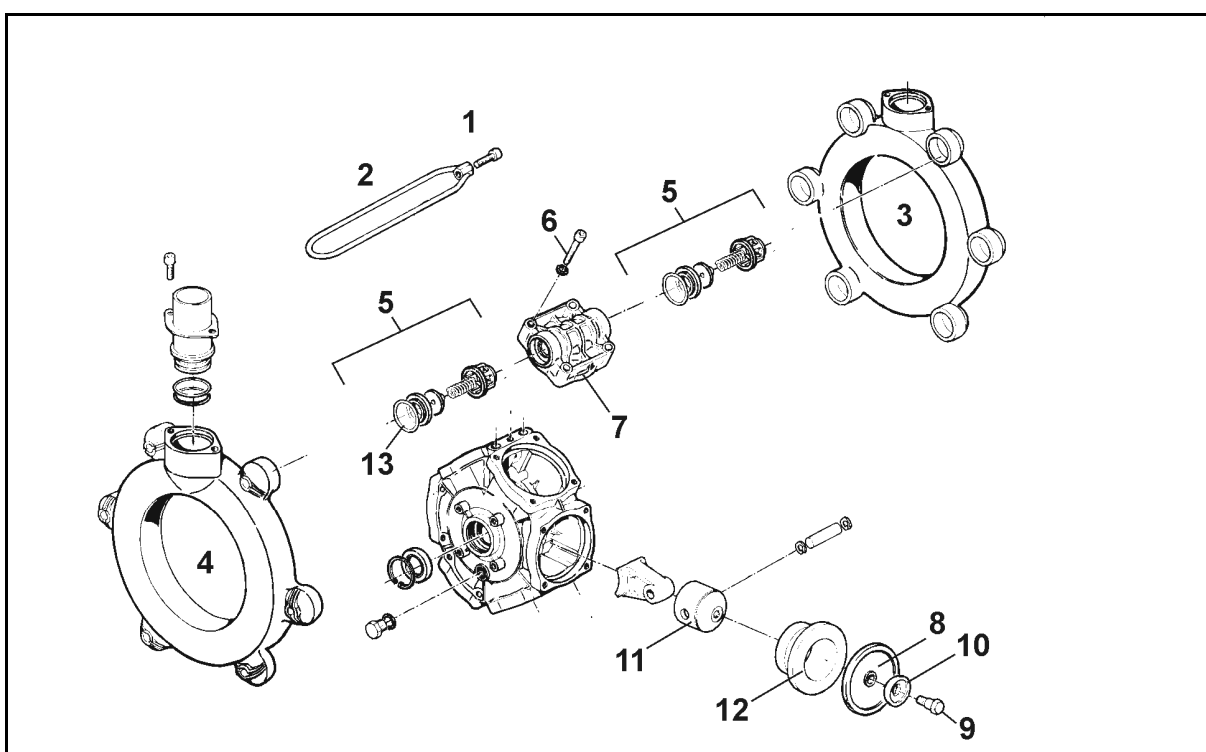

Fig. 159
- Det kontrolleres, at stempelmembranerne (Fig. 159/8) fungerer upåklageligt mindst en gang årligt ved at afmontere dem.
- Læg mærke til, hvordan ventilerne på suge- og tryksiden er monteret, inden ventilgrupperne (Fig. 159/5) afmonteres.
- Alle stempelmembraner skal principielt skiftes (Fig. 159/8) også hvis kun en stempelmembran er brækket, porøs eller ødelagt.
2. Boltene (Fig. 159/1) løsnes og spændebøjlen (Fig. 159/2) fjernes.
3. Suge- og trykkanal (Fig. 159/3, Fig. 159/4) samt ventilgrupper (Fig. 159/5) fjernes.
4. Når skruerne er fjernet (Fig. 159/6), tages cylinderhovedet (Fig. 159/7) af.
5. Kontrollér stempelmembranen (Fig. 159/8)..
- Stempelmembranerne (Fig. 159/8) fastgøres til stemplet (Fig. 159/9) med holdeskive og skrue (Fig. 159/11), så kanten peger på siden af cylinderhovedet (Fig. 159/7).
- Møtrikkerne (Fig. 159/1,2) skal strammes over kors med den anførte tilspændingsværdi. Hvis boltene ikke er spændt korrekt, bevirker det, at pumpen bliver utæt
1. Skruen (Fig. 159/11) løsnes og stempelmembranen (Fig. 159/8) afmonteres sammen med holdeskiven (Fig. 159/9) fra stemplet.
3. Cylinderen (Fig. 159/10) i pumpehuset afmonteres.
6. Cylinderen (Fig. 159/10) sættes atter i pumpehuset.
7. Stempelmembranerne (Fig. 159/8) monteres.
8. Cylinderhovedet (Fig. 159/7) monteres på pumpehuset og skruerne (Fig. 159/6) spændes ens over kors.
9. Efter at ventilgruppen (Fig. 159/5) er kontrolleret og rengjort, monteres ventilgruppen igen.
11. Suge- (Fig. 159/3) og trykkanal (Fig. 159/4) monteres på pumpehuset.
12. Møtrikkerne (Fig. 159/1,2) spændes over kors med en tilspændingsværdi på **11 Nm**.